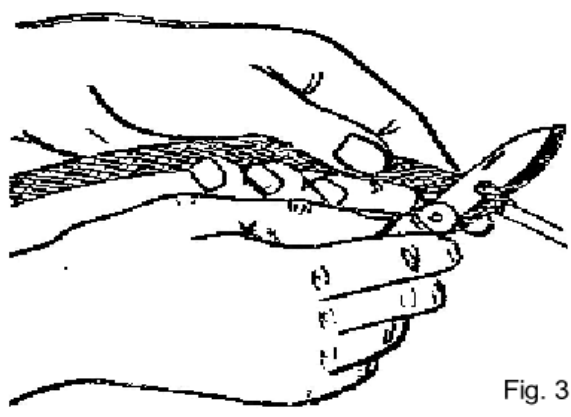

Fig. 3
- Limpe os condutores nas regiões desentapadas, usando as costas do canivete. (Fig.3).